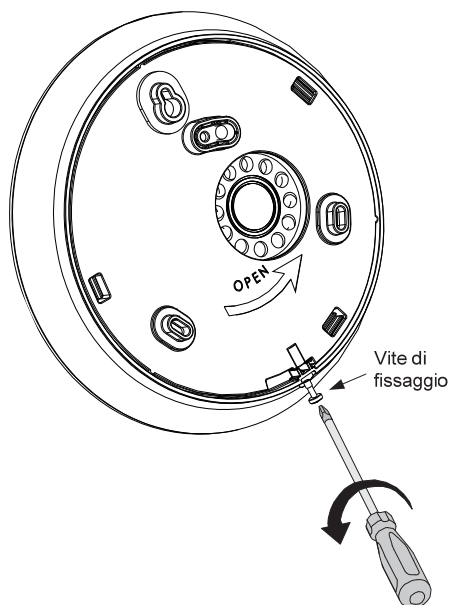

Fig. 1
1. Rimuovere la vite di fissaggio che blocca la sirena alla base di fissaggio (Fig 1).